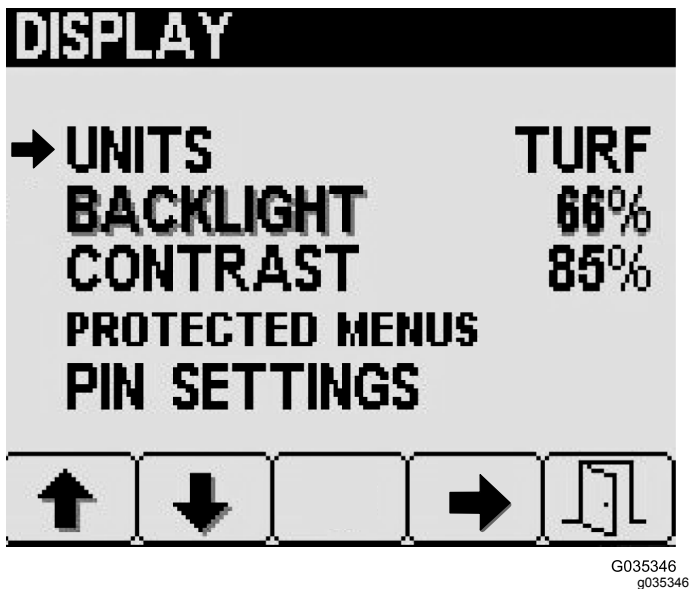

Figura 27
2. No ecrã de visor, pressione os botões 1 e 2 para navegar até à opção de unidades e pressione o botão 4 para selecionar unidades (Figura 27).